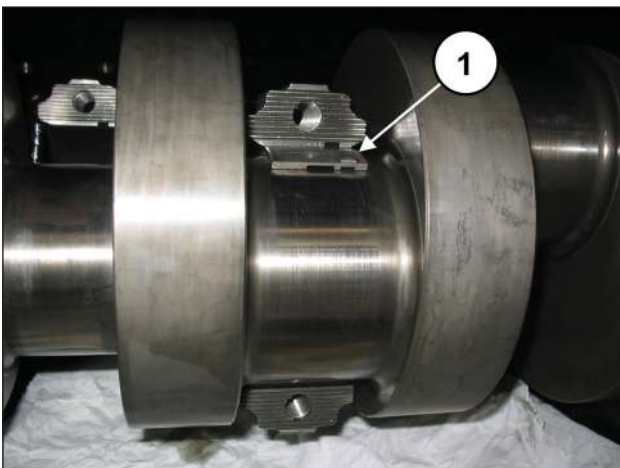

Abb. 57
Entfernen Sie das Werkzeug zur Sicherung der Pleuelstangen Art. 27566200 (Pos. ①, Abb. 32). Setzen Sie die oberen Lagerschalen zwischen Pleuelstange und Welle ein (Pos. ①, Abb. 57).